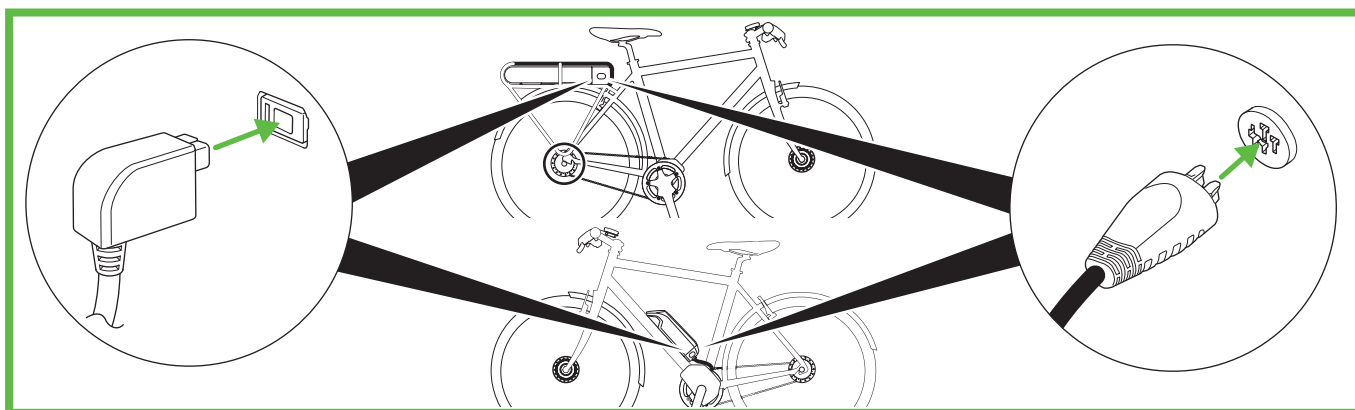

Abb. 2: Systemstecker anschließen z.B. Bosch, Shimano oder andere, je nach Ausstattung
- ▶ Schließen Sie das jeweilige Kabel an den LEV-Akku an (Abb. 2).